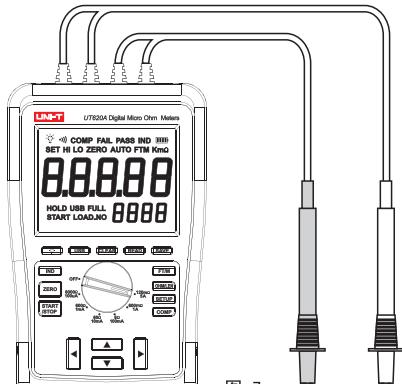

图 7
1. 用四线测试探针连接仪表的P1, P2, C1, C2 端子，如图7: